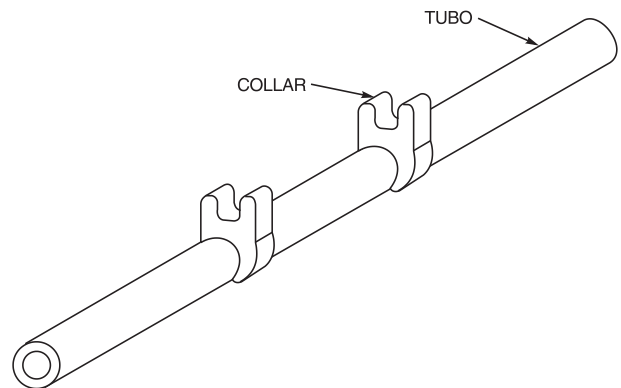

FIGURA 6 CONJUNTO DE TUBO MICROBORE
3. Seleccione el tubo y póngalo en el cartucho (vea la Figura 7B). Si se usa un conjunto de tubo Microbore (vea la Figura 6), coloque el collar contra el retenedor del tubo (vea la Figura 7C) en ambos lados del cartucho.
*Use sólo JUEGOS DE TUBOS MICROBORE especialmente diseñados con cartuchos (Figura 6).
(3) Seleccione la velocidad de la bomba